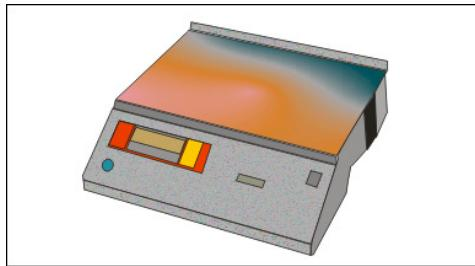

Imagen 509_01
3. Se debe medir bien lo que se agregará, para esto debe utilizar un balanza electrónica. (Imagen 509_01)